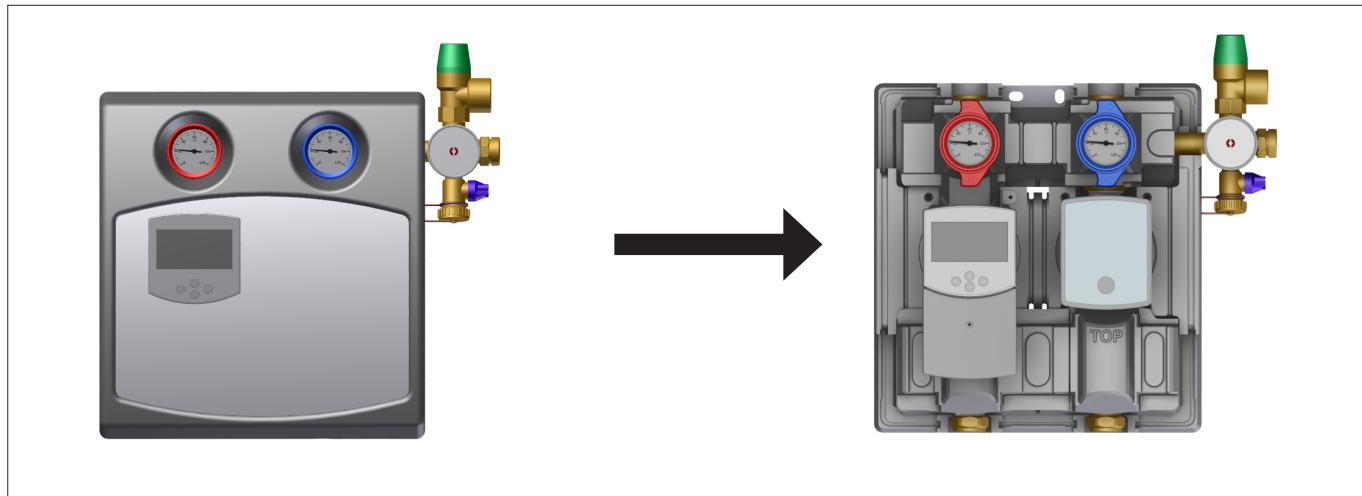

Fig. 4: Desmontaje de la carcasa (ilustración ref. al mod. 8130 + controlador)
- Desmontar la carcasa anterior de la estación solar (vea Fig. 4 en página 10).
- Desmontar la cubierta de la estación solar (vea Fig. 4 en página 10).